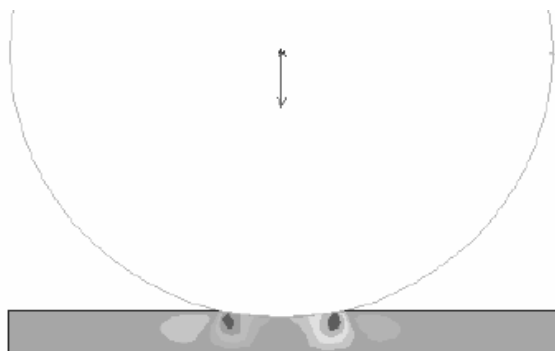

图 12-3 状态变化非线性
- 状态变化非线性：接触效应是一种“状态改变”非线性，当两个接触物体相互接触或者分离时会发生刚度的突然变化，此时也会出现非线性。如图 12-3 所示为接触非线性行为。